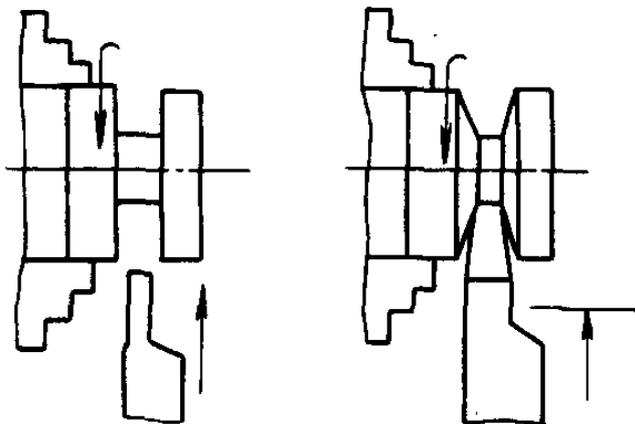

图 c-31 车较宽梯形槽的方法
5) 车削较小的梯形槽时，一般以成形刀一次完成，较大的梯形槽通常先切割直槽，然后用梯形刀直进法或左右切削法完成，如图 c-31 所示。